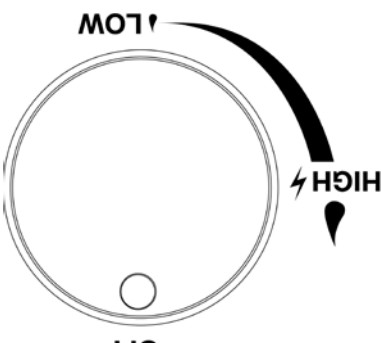

Figura 8
3. La perilla de control tiene que estar en la posición "OFF" (apagado). Vea la Figura 8.